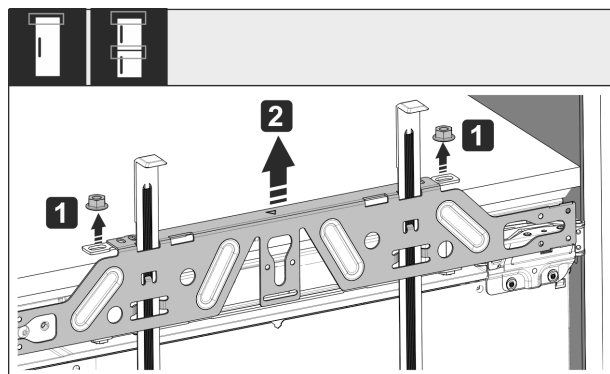

Fig. 54
- ▶ Desfaceți contrapiulițele Fig. 54 (1).
- ▶ Detașați traversa de fixare Fig. 54 (2).